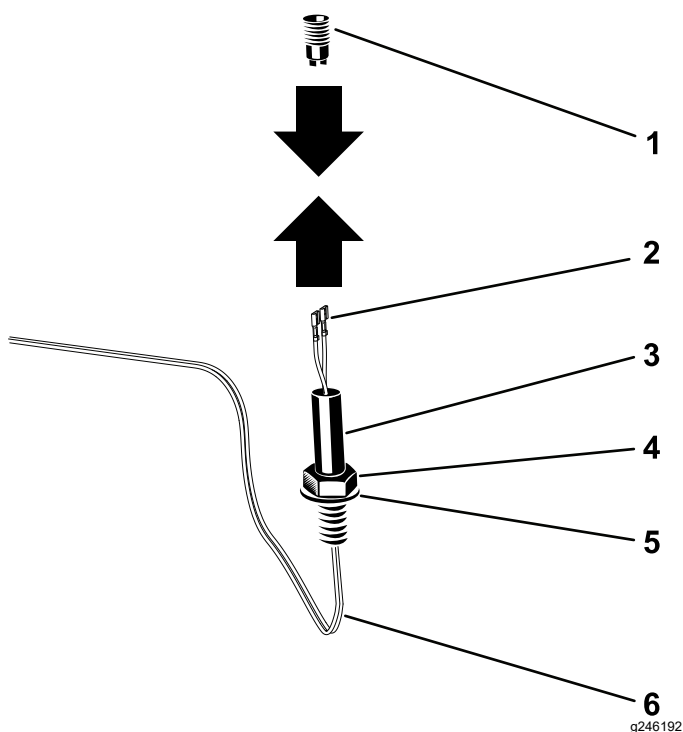

Figura 6
3. Encaminhe a cablagem através da porca, da anilha e da tomada do sinal luminoso. Ligue os terminais ao conector do sinal luminoso (Figura 6).